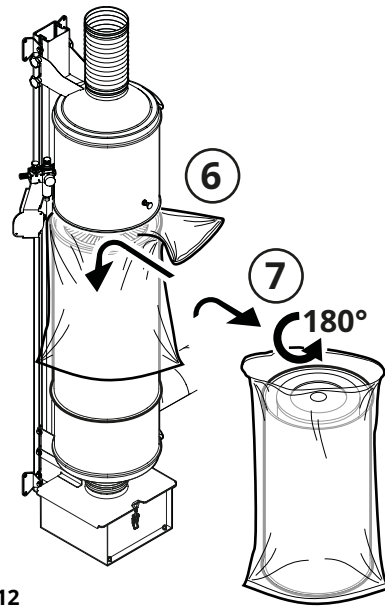
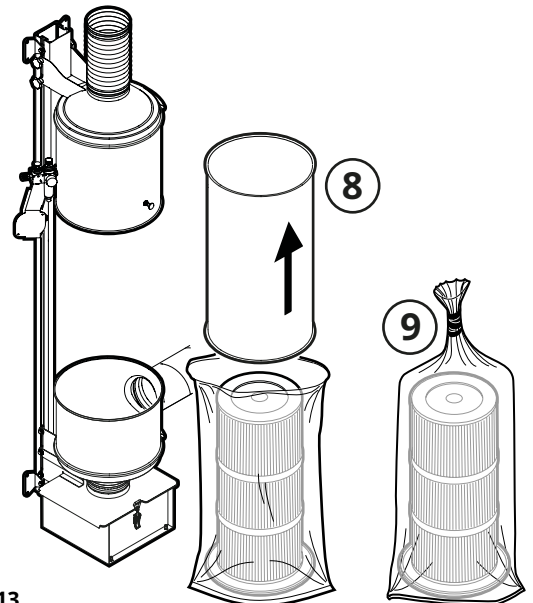

Fig. 12
Fig. 13
5. Coloque la bolsa del filtro CFE PCW3 sobre la carcasa del filtro (6, **Fig. 12**) de modo que cubra todo hasta el cilindro de conexión.
6. Levante la carcasa del filtro con la bolsa del filtro CFE PCW3, póngala boca abajo y colóquela sobre una superficie plana (7).
7. Retire la carcasa del filtro de la bolsa del filtro CFE PCW3 (8, **Fig. 13**) de manera que solo quede el filtro del cartucho y selle la bolsa (9).